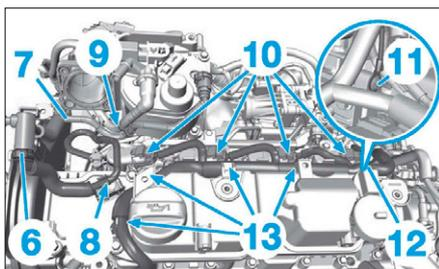

FIG. 86
- Désaccoupler les tuyaux (6) et (7) (**Fig.86**).